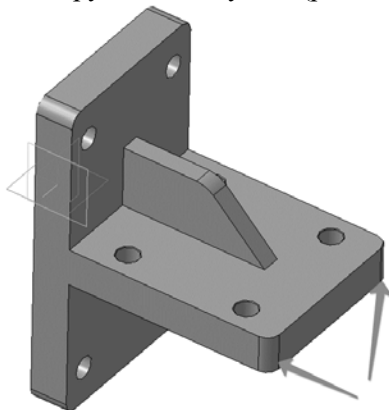

Рис. 84. Скругление граней
8.1 На опорной площадке постройте два **скругления**  радиусом 10 мм (рис. 84).